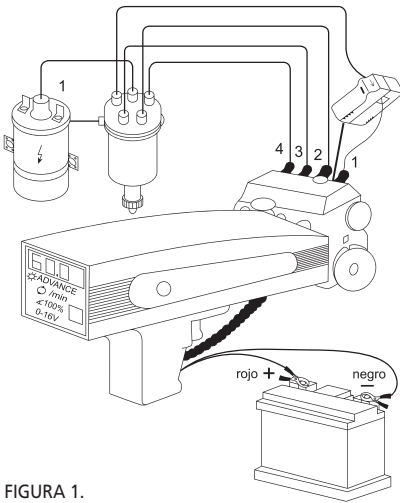

FIGURA 1.
Conecte el caimán rojo a la terminal positiva (+) y el caimán negro a la terminal negativa (-) (Observe la figura 1).
3. Conecte el caimán rojo a la terminal positiva (+) de la batería y el caimán negro (-) a la terminal negativa. (Vea la figura 1).